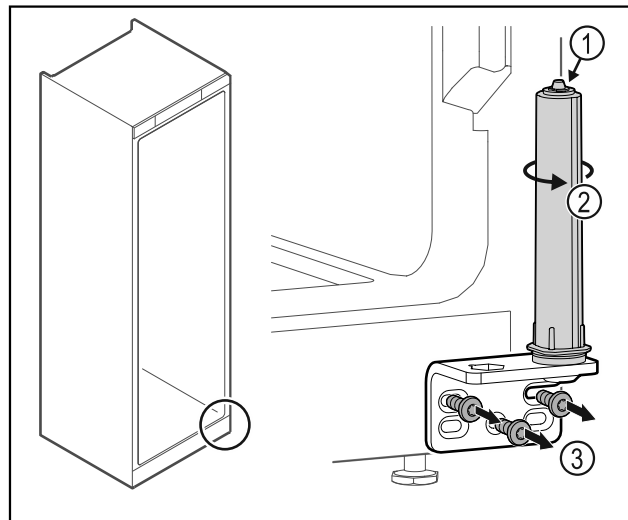

Fig. 33
- ▶ Neadykite durų uždarymo sistemos Fig. 33 (1).
- ▶ Sukite uždarymo sistemą Fig. 33 (2), kol ji užsifiksuos.
- ▶ Atsukite šarnyrinį kampuočių Fig. 33 (3).